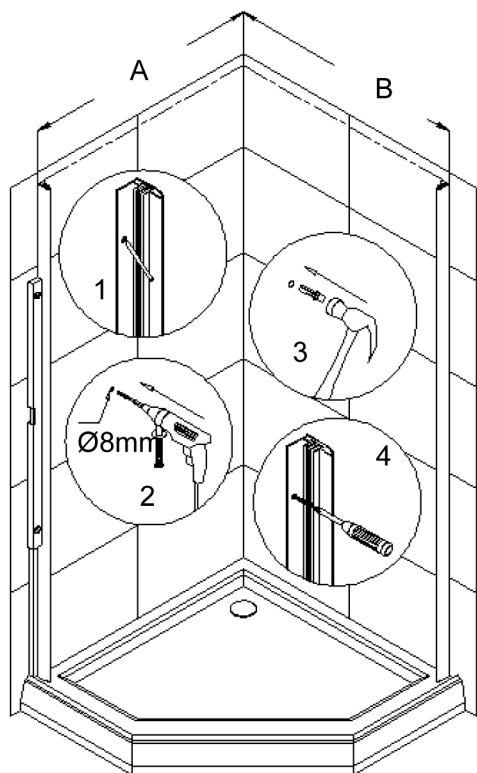

Рис. 3
3. Прислоните **Стенной профиль (01)** к стене на расстоянии 985мм от угла до наружной стенки профиля. Разберите **Стенной профиль** и отметьте отверстия на стене сквозь отверстия в **Стенном профиле (01)**. Уберите **Стенной профиль** в сторону, просверлите отверстия используя сверло диаметром  $\varnothing=8\text{мм}$  и вставьте **Дюбеля (08)**. Во избежание потенциальной течи, нанесите слой герметика вдоль отверстий на стене. Снова поместите **Стенной профиль** обратно на **Поддон (21)** и зафиксируйте **Стенной профиль** к стене **Шурупами с полукруглой головкой ST4.2x30 (11)**. Также установите другой **Стенной профиль**. (Рис. 3)